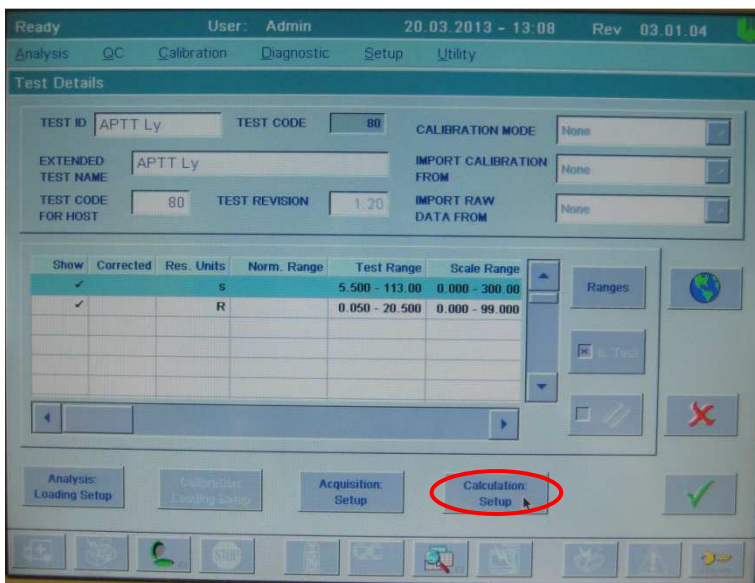

Рис. 19.
1. Можно внести значение АЧТВ нормальной плазмы в память прибора. Для этого ДО выполнения анализа плазм пациентов следует войти в меню настроек теста Setup→Tests→View/Define. Выбрать в списке тестов АРТТ Ly, нажать кнопку просмотра (Details). В появившемся окне выбрать Calculation: Setup (рис. 19).